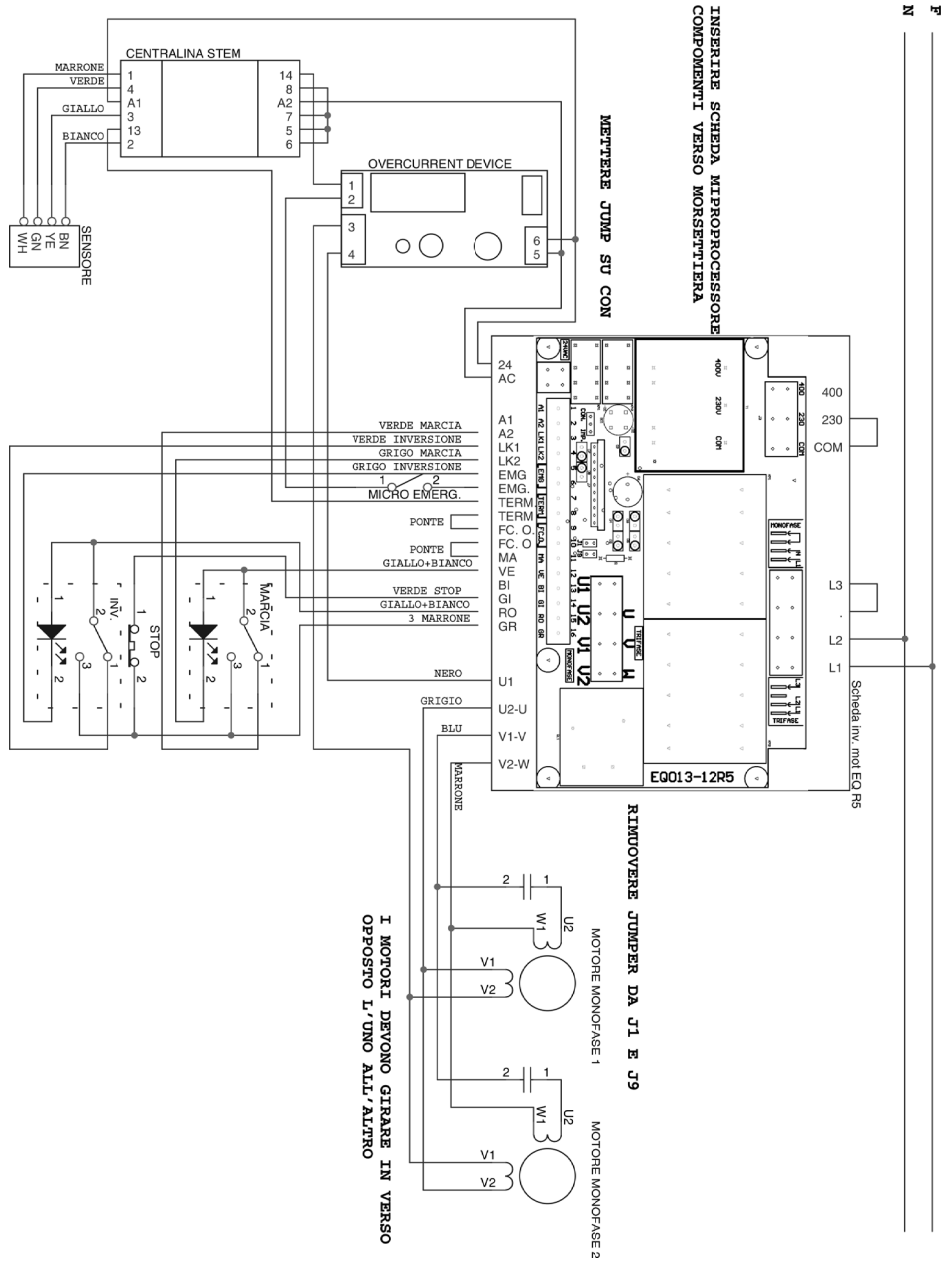

Fig. 2.4.2
2.4.2 - Schéma électrique monophasé à 230V (Fig. 2.4.2)